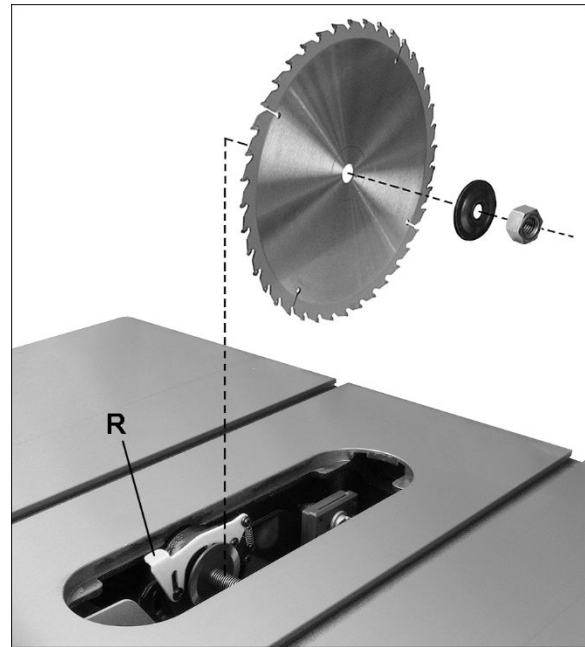

Figura 6-9: instalación de la hoja
Vea la Figura 6-9.
6. Ejercer presión hacia abajo y sujete la palanca (R, Figura 6-9), y gire la hoja hasta que se conecte la traba del árbol. Apriete la tuerca hacia la derecha con la llave para árbol proporcionada. No apriete la tuerca excesivamente.
3. Tire de la palanca de fijación (S1, Figura 6-9) hacia arriba. La placa de sujeción (S2) está cargada por resorte y se alejará de la base fija, dejando un hueco.